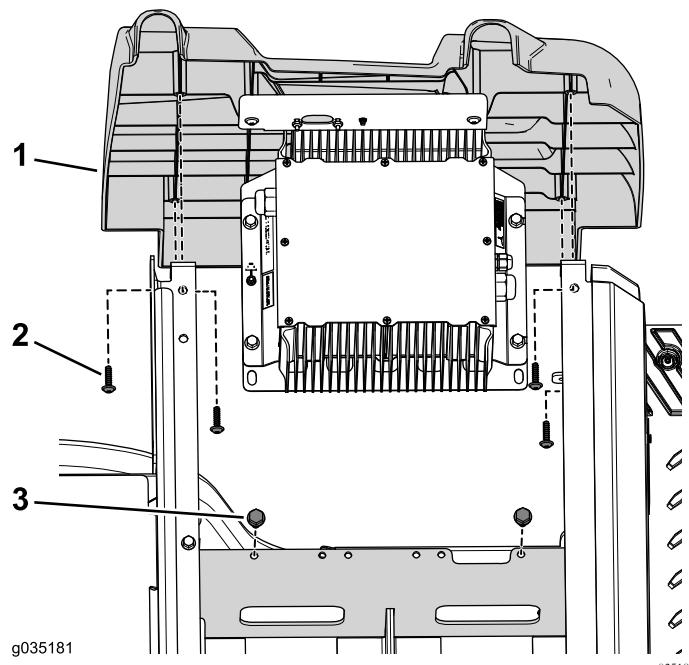

Figura 88
- Utilize os dois parafusos (3/8 pol. x 3/4 pol.) para prender o suporte do carregador ao tabuleiro da bateria (Figura 88).